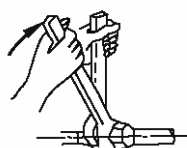

Abb. 24
- Halten Sie das Verbindungsrohr an die richtige Stelle und ziehen Sie die Muttern von Hand vor und mit einem Schraubenschlüssel nach. (S. Abbildung 24)